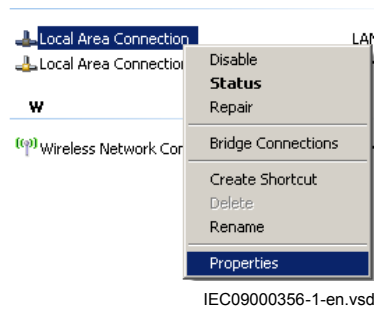

Figure 48: Cliquer avec le bouton droit de la souris sur Local Area Connection (Connexion réseau local), puis sélectionner Properties (Propriétés)
2. Sélectionner *Propriétés* dans la fenêtre d'état - voir Figure 48.